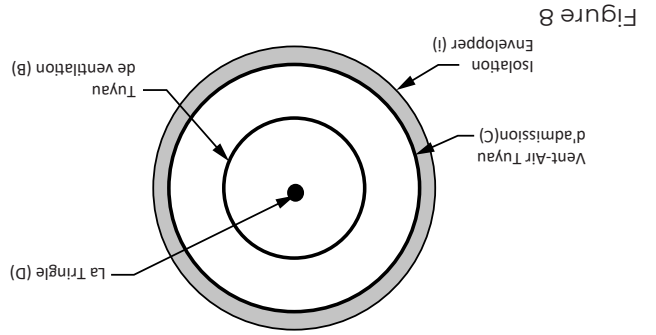

Figure 8
4. À partir de l'extérieur du mur, percez la tige (D) légèrement jusqu'à ce qu'elle soit dans la sortie de conduit de fumée de l'appareil.
5. Enveloppez le tuyau d'admission d'air (C) avec l'isolant fourni (I) (côté feuille vers l'extérieur) et placez la bande de ruban adhésif fournie (H) le long du joint pour le fixer.
6. Faites glisser le plus petit tuyau d'évacuation (B) de l'extérieur de la maison) à travers le trou dans le mur et fixez-le à l'appareil de chauffage monté à l'intérieur de la maison. Assurez-vous que le tuyau d'évacuation est bien serré et engagé dans le poêle. Glissez ensuite le grand tuyau d'admission d'air, avec l'isolation enveloppée et collée à l'extérieur du tuyau, à travers le même trou et par-dessus le petit tuyau d'évent (B) et fixez-le au radiateur.
REMARQUE : Il est essentiel que l'enveloppe isolante (I) soit enveloppée et fixée avec le ruban adhésif à l'extérieur du plus grand tuyau d'admission d'air (C). L'isolation ne doit PAS être enroulée entre le tuyau d'évacuation (B) et le tuyau d'admission d'air (C) (voir figure 8).